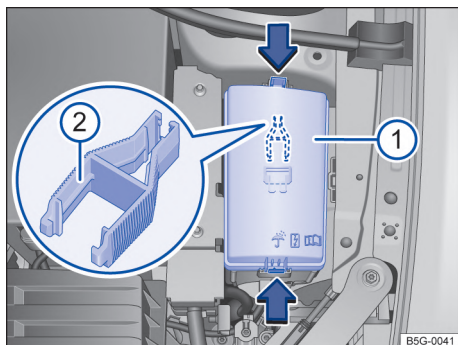

Fig. 171 En el compartimiento del motor: cubierta ① de la caja de fusibles con pinza de plástico ②.
En el lado interno de la cubierta de la caja de fusibles en el compartimiento del motor puede haber una pinza de plástico → fig. 171 ② para retirar los fusibles.
- Presionar las trabas en el sentido de la flecha → fig. 171 ①, para desbloquear la cubierta de la caja de fusibles.